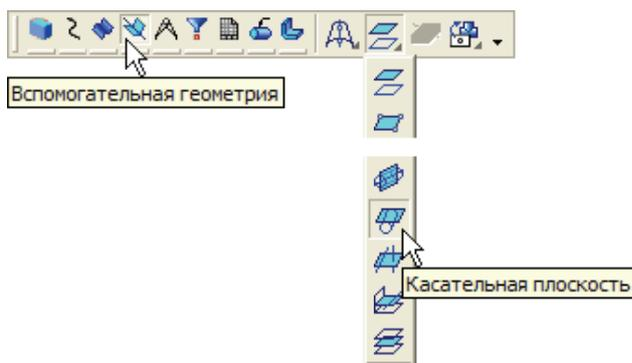

Рис. 7.9
- Нажмите кнопку **Касательная плоскость** на **Расширенной панели команд** создания вспомогательных плоскостей (рис. 7.9).